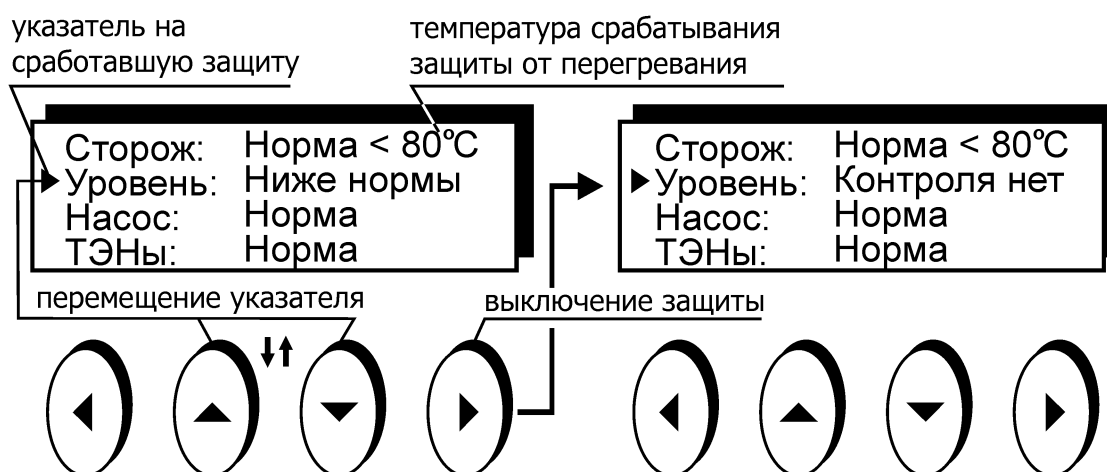

Рисунок 7 — Пример срабатывания защиты
- вращением регулятора 20 установить желаемую температуру срабатывания защиты, контролируя ее значение на дисплее (рисунок 7);